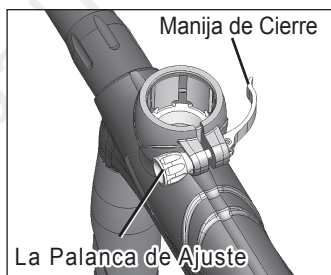

Figura 4: Cuello de Alimentación
- b. Abra el **Manija de Cierre** (64). Instale la Tolva dentro del cuello de alimentación (63/62). Cierre la manija para asegurar la tolva al cuello de alimentación.
- c. Si es necesario ajustar la fuerza de agarre de la Manija de Cierre, abra la Manija de Cierre (Figura 4). De vuelta a la palanca de Ajuste (66) en sentido a las agujas del reloj para apretar (contrario a las agujas del reloj para soltarla) la fuerza de agarre de la Manija. Cierre la Manija y verifique la fuerza de agarre en la tolva.